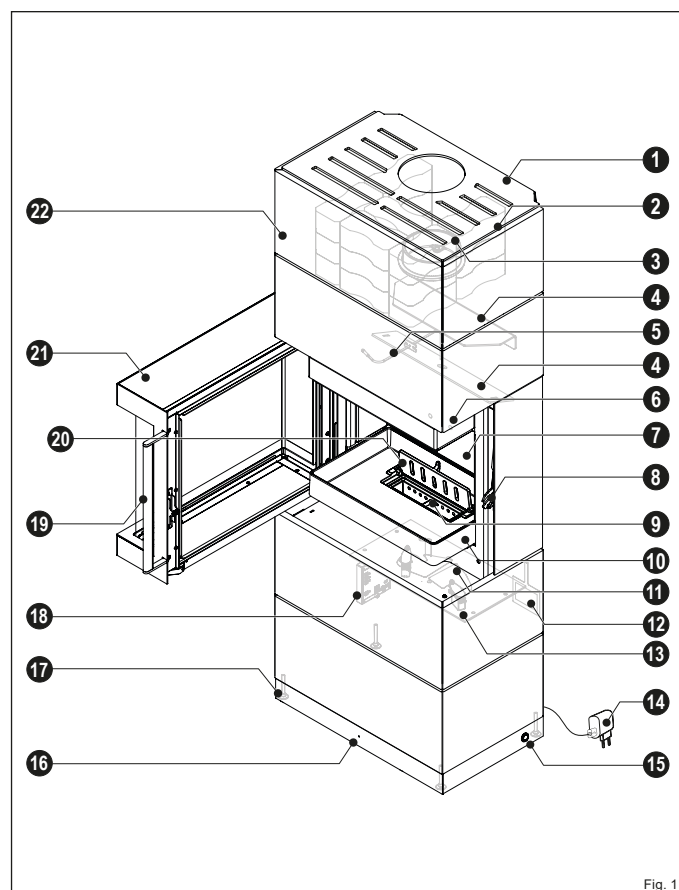

Fig. 1
- Les blocs d'accumulation* (Fig. 1 pos. 2) servent d'accumulateurs de chaleur. Lorsque le feu s'est éteint, ces pierres libèrent la chaleur accumulée dans l'espace de vie.
- Le revêtement du foyer (Fig. 1, pos. 7) est constitué de vermiculite (minéral réfractaire).
- La porte du foyer (Fig. 1, pos. 21) du poêle est à fermeture automatique, c'est-à-dire que la porte du foyer doit être maintenue par la poignée de la porte du foyer (Fig. 1, pos. 19) lors de son ouverture (par exemple, pour ajouter du combustible).
- Lorsque la poignée de la porte du foyer est relâchée, elle tombe dans le loquet de la porte (Fig. 1, pos. 8) et ferme automatiquement le foyer de manière étanche.
- La technologie iQ (Fig. 1, pos. 5 ; 11 ; 15 ; 16 ; 18) régule automatiquement le réglage optimal de l'air de combustion et la température du foyer afin de garantir une combustion complète et peu polluante.
- Le poêle se compose d'un corps en acier (Fig. 1, pos. 22) et, selon le modèle, peut être équipé d'un revêtement en acier, en céramique ou en pierre naturelle pour augmenter l'accumulation de chaleur.
- Le poêle peut être aligné à l'aide des pieds de réglage (Fig. 1, pos. 17) afin de compenser les irrégularités de la surface d'installation.
- Le bac à cendres (Fig. 1, pos. 9) sert de collecteur de cendres et doit être vidé régulièrement. (voir chapitre « 7.3.3 Nettoyer le bac à cendres et la grille du foyer »)
- L'interrupteur marche/arrêt (Fig. 1, pos. 15) permet de mettre en marche et d'arrêter la régulation.
- La plaque signalétique (Fig. 1, Pos. 12) se trouve à l'arrière du poêle, sur un support pivotant.
- La fiche d'alimentation et le câble USB-C (Fig. 1, point 14) permettent de connecter la technologie iQ au secteur.